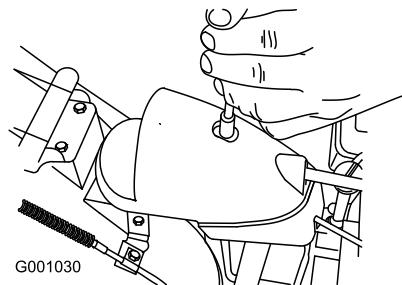

Figure 55
1. Retirez la fixation du couvercle du secteur denté (Figure 55), soulevez l'avant du couvercle et faites-le coulisser en arrière de façon à l'écartez.